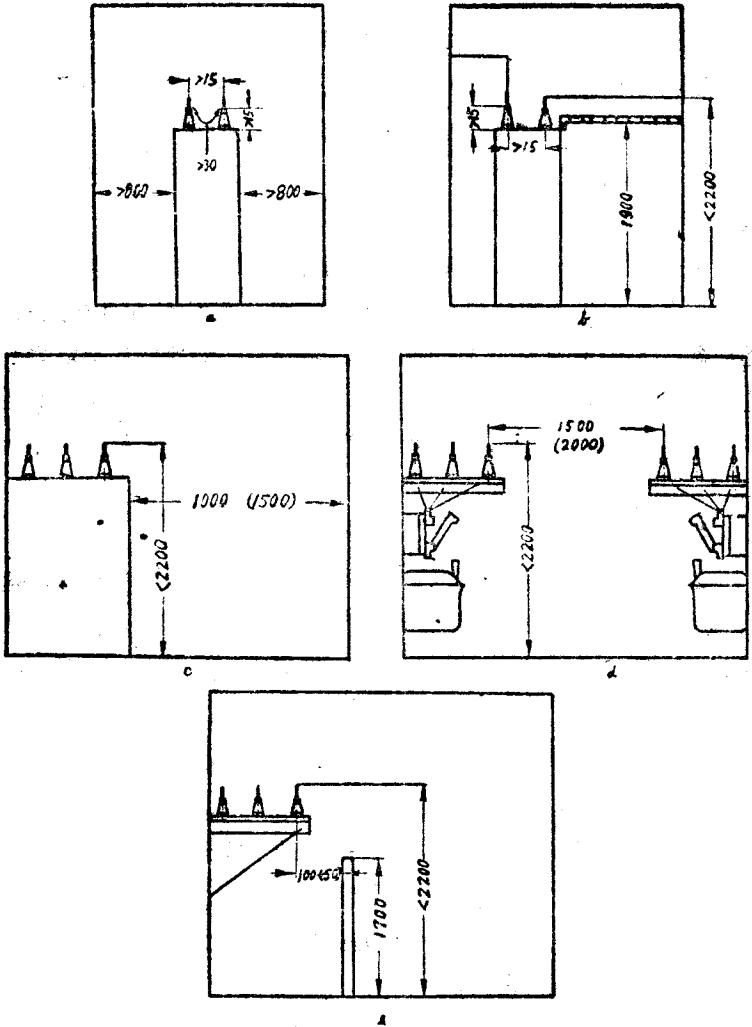

图 1-2 低压开关和开关柜布置图
为了和进綫的高度能够配合，并且使得散热条件改善，配电所房屋的高度一般都不比 4 公尺低。同时为了在正常情况下能够进出方便，也为了在发生危险的情况下能够讓工作人員很快离开，配电所的門应该向外面开，門的寬度不应该比 0.75 公尺狭，它的高度也不应该比 1.9 公尺低。因此在配电所里走人的通道上，最低的地方，象鉄絲網棚到地面，不应该比 1.9 公尺低；最狭的地方，象开关的把手到墙壁，不应该比 0.8 公尺再狭。在通道里当然不应当堆放杂物阻碍交通（图 1-2）。
2.0 公尺(电压在 500 伏以上)(图 1-2)。
来。遮护的材料可以用整块的铁板，或者金属的网，网眼最大 20×20 公厘。这种遮护围栅的高度应该有 1.7 公尺高。如果用金属网，应该离开裸导体至少 100 公厘；用铁板做围栅，应该离开裸导体至少 50 公厘。带电的裸导体各相中间，以及和其它金属部分之间的距离，从绝缘面算来至少要有 30 公厘，从空间算来应该有 10 公厘（图 1-2）。